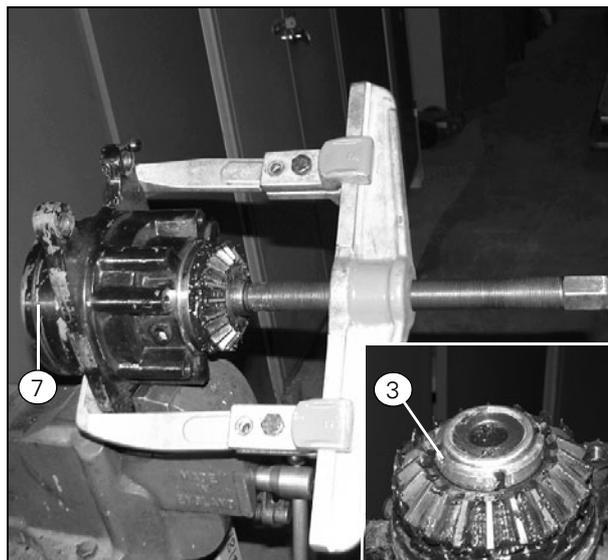

Рисунок 10
24. Затяните гайку (поз. 6) моментом 280 Нм. (Рис. 10).